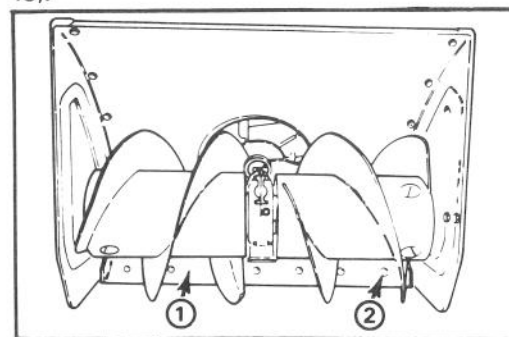

Figure 18
3. Desserrez ensuite les 6 boulons de carrosserie fixant la lame racleuse au logement (fig. 18).